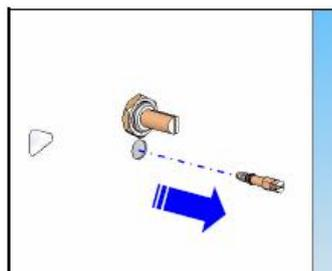

Figure 7
- Loose valve by-pass screw, and insert appropriate screw (Figure 7).
- Nutzung eines Überlaufventils und Einsatz der geeigneten Schraube (Bild 7.).